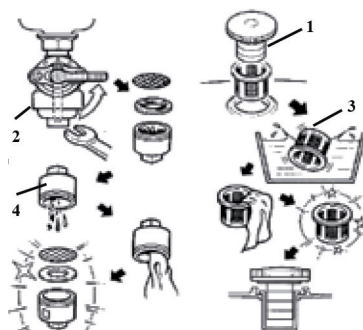

рис.6
- открутите крышку бензобака (рис.6 поз.1);
- снимите колпачок крана подачи бензина (рис.6 поз.2), стараясь не повредить уплотнение;
- удалите загрязнения с фильтров (рис.6 поз.3 и 4) промыванием в растворителе (типа Уайт-Спирит) и продувкой;